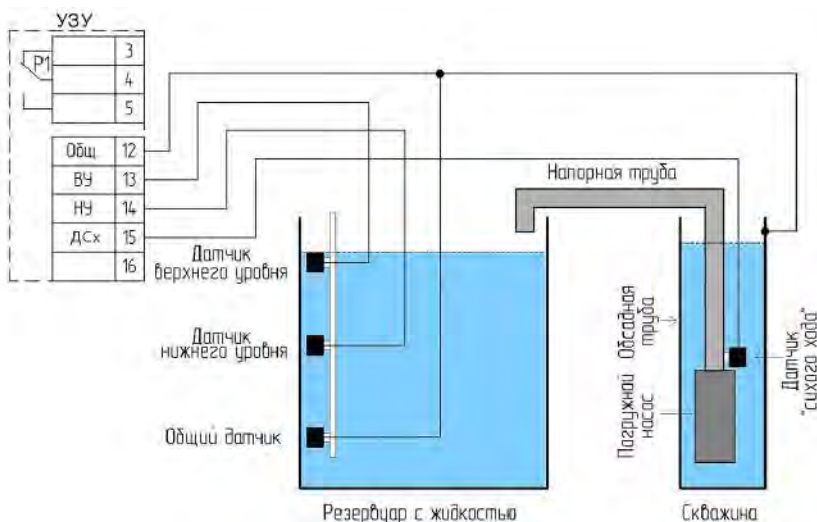

Рис. 2 Выключение электродвигателя в режиме работы «датчик уровня»
2) при повышении уровня жидкости в резервуаре до датчика верхнего уровня происходит автоматическое выключение электродвигателя насоса (см. Рис.2);